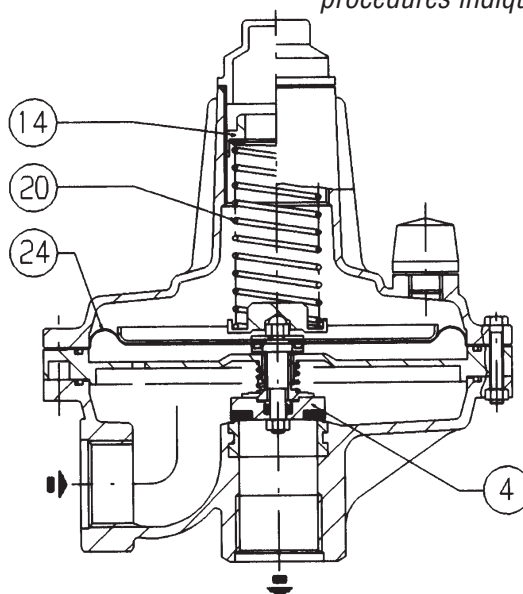

Fig. 10
Les différents modèles de soupapes d'échappement disponibles se basent tous sur le même principe de fonctionnement qui est décrit ci-après lorsqu'on parle de la vanne VS/AM (fig. 10). Ce principe se base sur l'opposition de la poussée sur la membrane 24
- 3) Das Ansprechen des Sicherheitsabblaseventils überprüfen und gegebenenfalls Einstellung korrigieren. Die Einstellung erfolgt an der inneren Einstellschraube 14 (Abb. 10). Drehen im Uhrzeigersinn erhöht und gegen den Uhrzeigersinn senkt den Auslösewert.